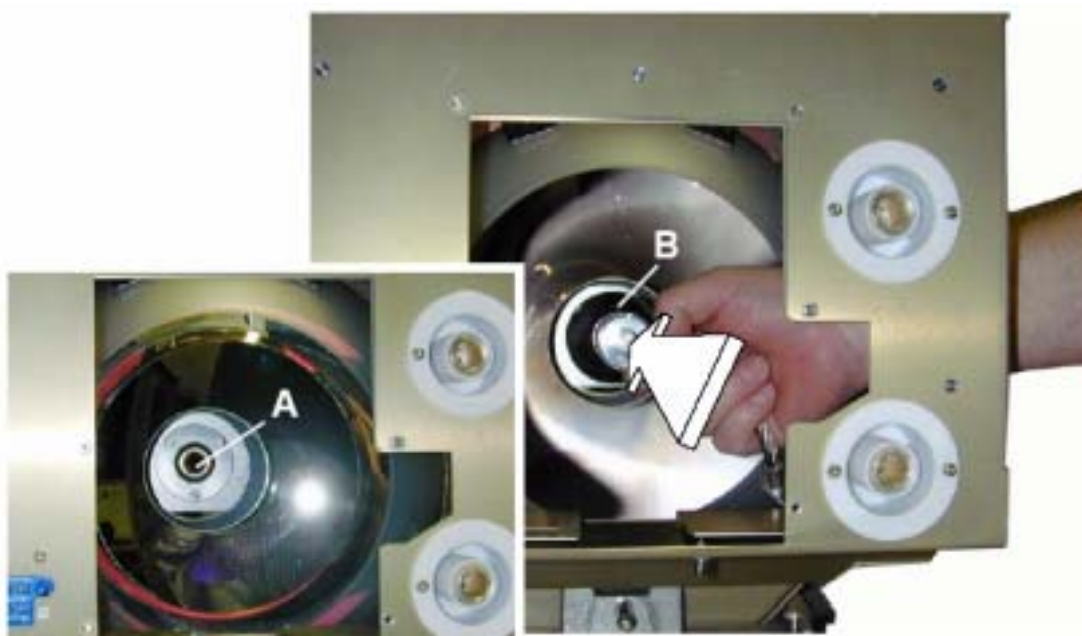

图 7-36 灯安装在阴极支撑上
1. 握住灯 (B) 的阳极, 将阴极放进灯箱的阴极支撑 (A)。
2. 从侧面撑住阳极。(图7-36)